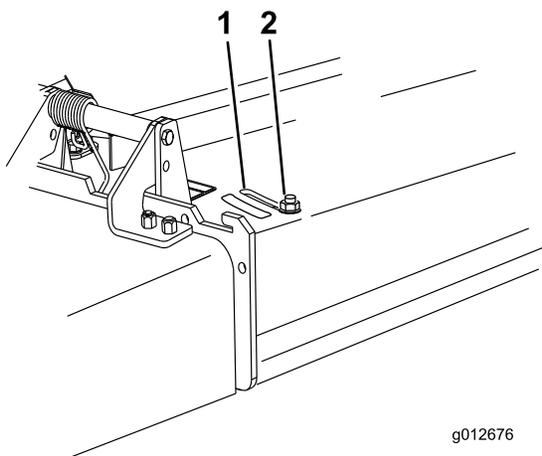

Figura 14
- Para ajustar el deflector, afloje la tuerca (Figura 14).